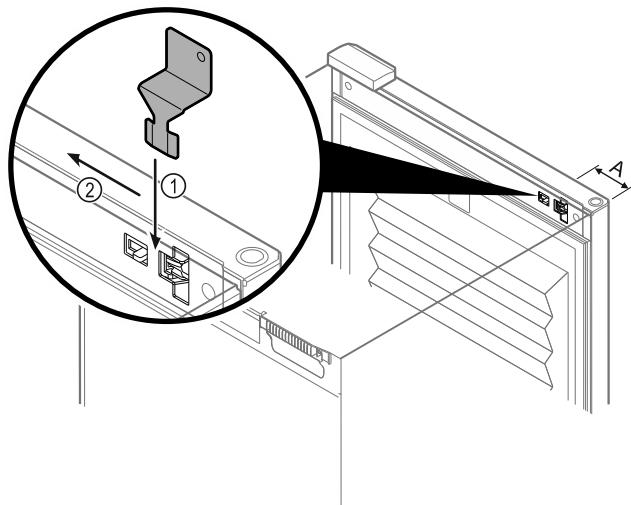

Fig. 217
- Coloque la llave de desbloqueo de emergencia en el lugar indicado Fig. 217 (A) \approx 100 mm.
- Introduzca la llave de desbloqueo de emergencia Fig. 217 (1) entre la puerta y el cuerpo del electrodoméstico desde la parte superior hasta el tope.
- Tire de la llave de desbloqueo de emergencia hacia la bisagra. Fig. 217 (2)